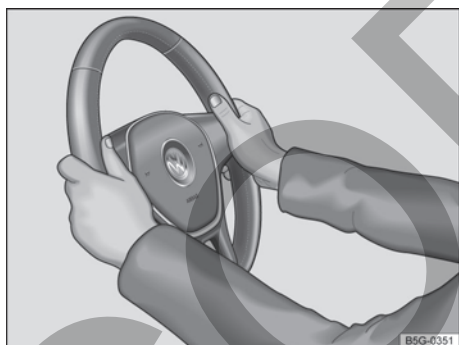

Fig. 61 En el volante: posición 9 y 3 horas.
- Ajustar la posición del volante de forma que pueda sostenerlo lateralmente por el borde exterior *en las posiciones equivalentes a las 9 y a las 3* → **fig. 61** con ambas manos y los brazos ligeramente doblados.
- Empuje la palanca ① siempre por su mango con firmeza hacia arriba después del ajuste, para bloquear la posición del volante.
- Durante la conducción, siempre sujete el volante con ambas manos lateralmente en el borde externo *en la posición equivalente a las 9 y a las 3* → **fig. 61**, para reducir las lesiones provocadas por un disparo del airbag frontal del conductor.